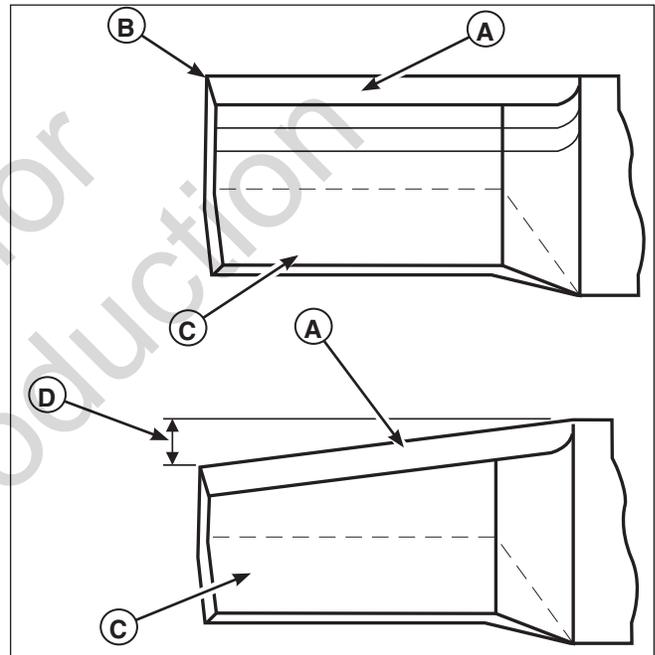

Figura 19. Inspección de las puntas de las cuchillas del cortacésped
Lubrique la unidad en las ubicaciones que se muestran en la Figura 19, así como también, en los siguientes puntos de lubricación.
- Les faltan 0.5" (12.7 mm) del metal de las cuchillas del cortacésped debido a un afilamiento previo o a desgaste (D, Figura 19).